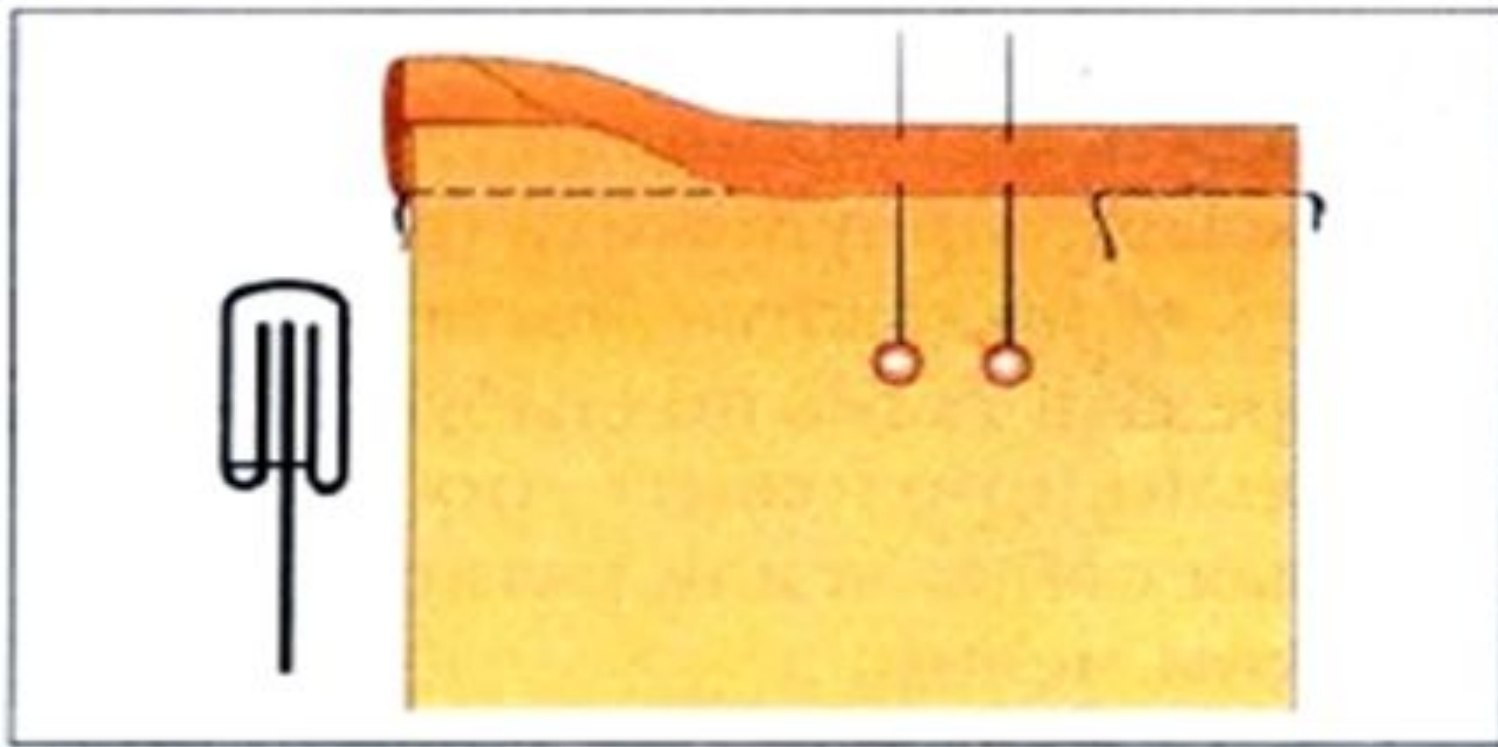

Рис. 49. Пришивание бейки вручную с изнаночной стороны
2. Обернуть бейку вокруг среза и подогнуть ее с изнаночной стороны. Приколоть к припуску шва. Прямать (рис. 49)